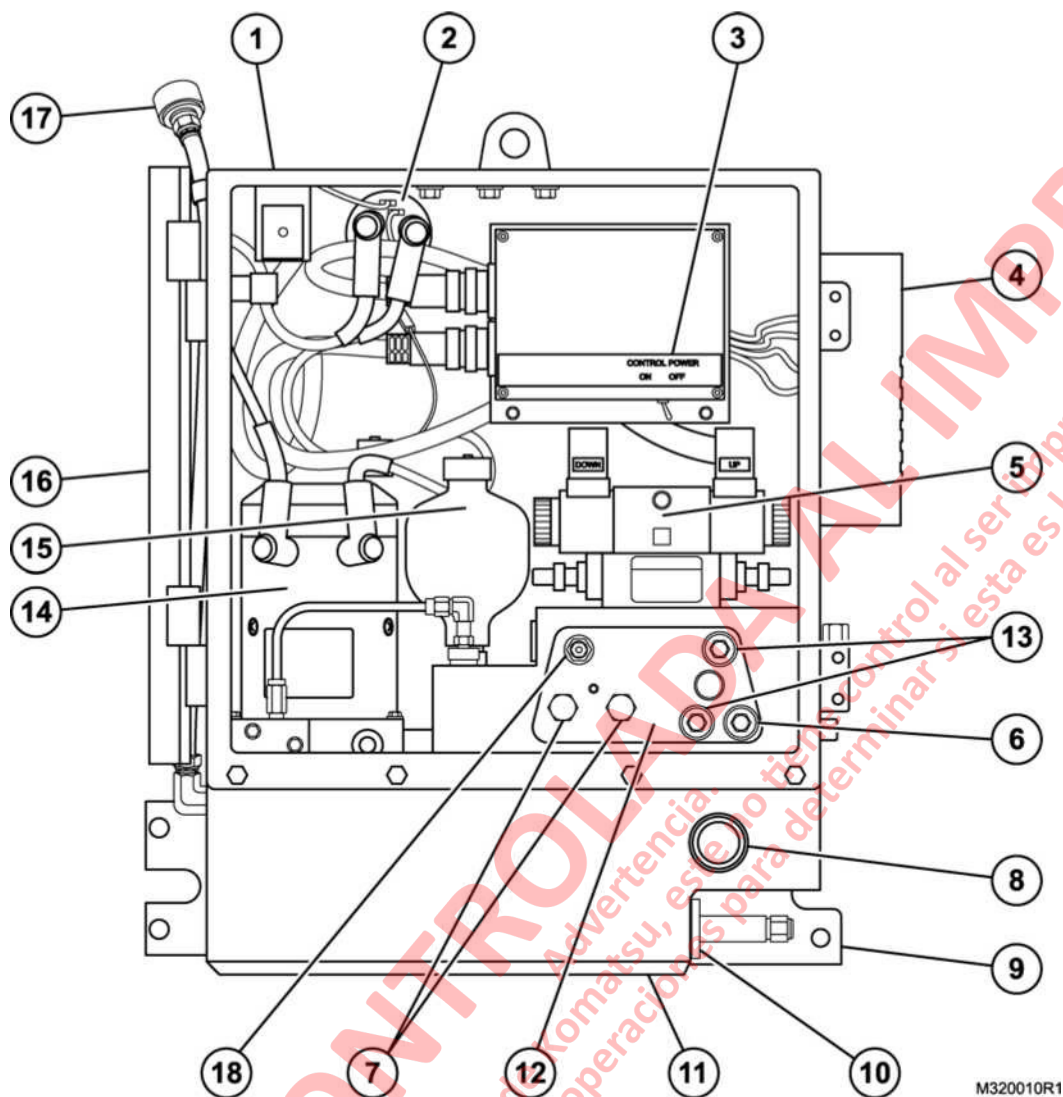

FIGURA 32-9. FUENTE DE PODER (VISTA DE CONJUNTO)
Cuando se levanta la escalera, el motor de 24VDC (14, figura 32-9) opera y válvula de control direccional (5) se mueve a la posición UP. Presión hidráulica de RLS es controlada por válvulas de alivio de presión (13). Máxima presión de operación del sistema se establece en 17 000 kPa (2.466 psi), pero la presión de funcionamiento real del sistema puede ser inferior. Fluido hidráulico de RLS fluye a través de la válvula de control direccional (5) y la válvula de control de flujo (6) [medición afuera] a la parte de arriba del actuador y un enchufe de la cavidad. Durante este tiempo, líquido hidráulico carga acumulador (15) y un switch de presión cuando la escalera se mueve a la posición UP.
Acumulador hidráulico (15, figura 32-9) mantiene la escalera en la posición elevada y se recarga automáticamente si la presión del acumulador cae por debajo de 4 000 kPa (580 psi). Si la presión hidráulica en el acumulador cae por debajo de 4000 kPa (580 psi), un switch de presión arrancará la bomba hidráulica y recargará el sistema. Esto sólo ocurre tres veces por hora y no más de una vez cada ocho minutos. Si la escalera rompe el contacto con el limit switch, se activará una alarma de falla y el panel de control en la cabina mostrará un mensaje de error que tendrá que ser reconocido.
Cuando se baja la escalera la válvula de control direccional, (5, figura 32-9) cambiará a la posición DOWN y 24VDC motor (14) empieza a bajar la escalera. La alimentación de la fuente de poder se corte en un período predeterminado y continuará la escalera a bajar bajo su propia masa controlada por la válvula de control de flujo (6) [medición fuera].